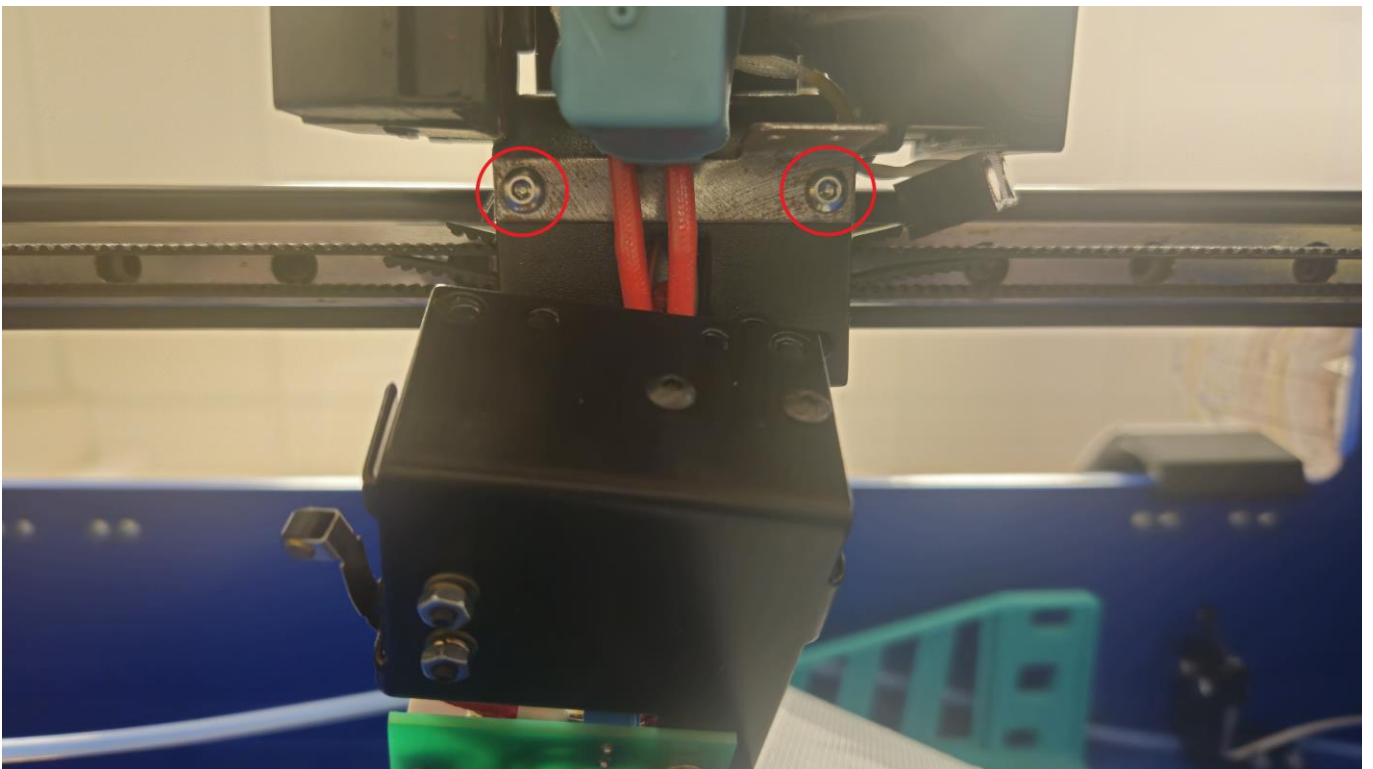

Рисунок 10 — Расположение винтов крепления экструдера, вид снизу
11. Шестигранным ключом на 2 выкрутите оставшиеся два винта (рисунок 10), которые крепят кронштейн экструдера к каретке.